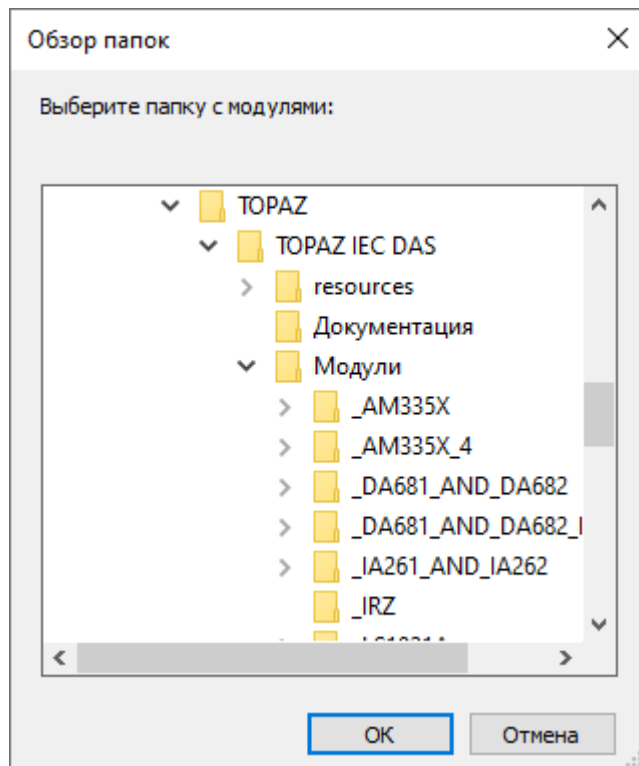

Рис. 3.2. Диалоговое окно для выбора папки с модулями
6. *Панель пути к модулям* - содержит поле для ввода текста, позволяющее задавать директорию с модулями или выбирать директорию после нажатия на клавишу "Обзор" (см. рисунок 3.2). По-умолчанию задается стандартная директория с модулями, и в большинстве случаев менять ее нет необходимости;